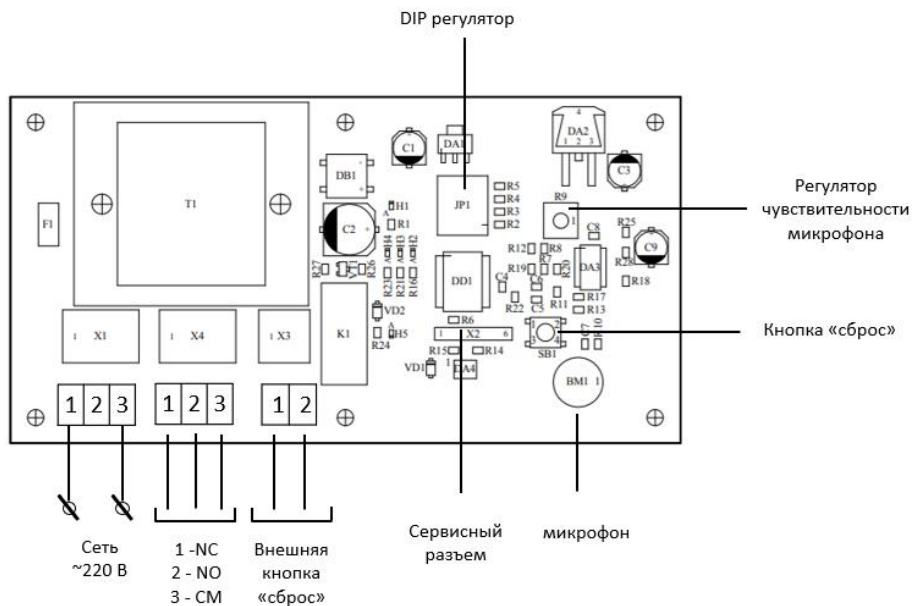

Рисунок 1 – Подключение и регулировка
1. Подключить прибор к источнику питания (клеммы 1 и 3 разъема X1). *См.рисунок 1*
2. Подключить вспомогательный блок (клеммы 1 и 2 разъема X3). *См.рисунок 1*
3. Подключить внешнее устройство управления (клеммы 2 и 3 (NO – нормально открытый контакт) разъема X4). *См.рисунок 1*
Чувствительность прибора при опознавании сирены может быть скорректирована переменным резистором «чувствительность» (см. рисунок 1) . Стандартная, установка резистора находится в минимальном положении, которой вполне достаточно для детекции сирен на расстоянии 2,5 метров и при давлении 90-125 дБ. Однако,